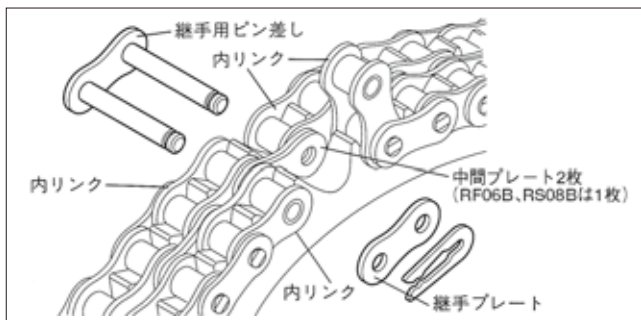

図 15. 「継手用ピン差し」を通す
- 2) 「継手用ピン差し」を両端の内リンクに通し、多列チェーンの時は中間プレート 2 枚（チェーン列数 - 1 箇所）を入れて、次の内リンクにピンを通して行きます。（図 15）